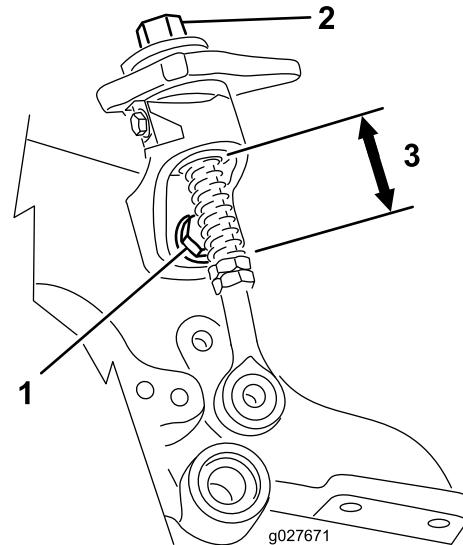

図 31
4. 高さ調整ノブが自由に回転しない場合は、ブッシュが汚れている可能性がある図 31。
2. クイックアップ取り付けボルトをゆるめ、ねじ山付きロッドがずれていないこと、下のクイックアップランプに噛んでいないことを確認する図 31。ボルトを締め付ける。
3. クイックアップスプリングの長さねじ山付きロッド上の長さを点検する 35mm あればよい図 31。